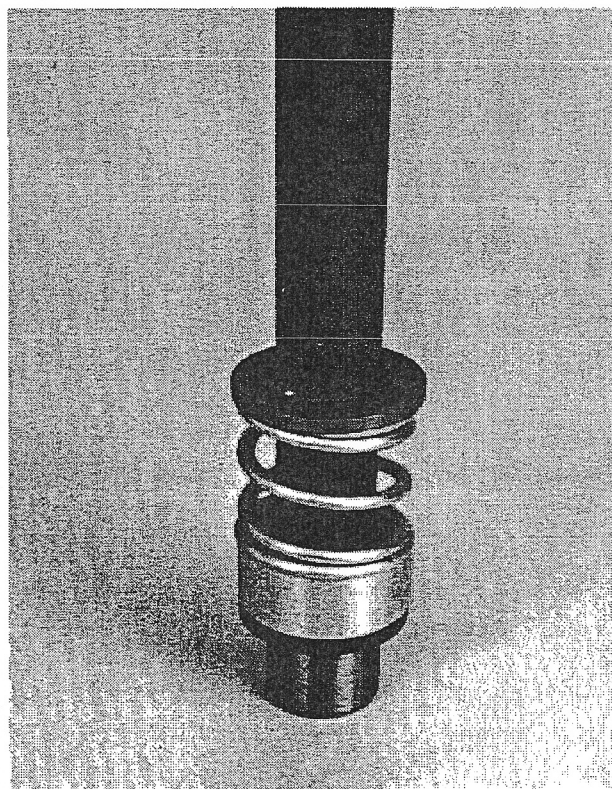

FIG.176
3. Pon a continuación el anillo distribuidor, con el muelle ondulado dando la espalda al muelle de retención (Fig 176). Después va la arandela válvula de aluminio y luego el cilindro soporte de manera que la arandela se coloque en el hueco de uno de los lados del cilindro.